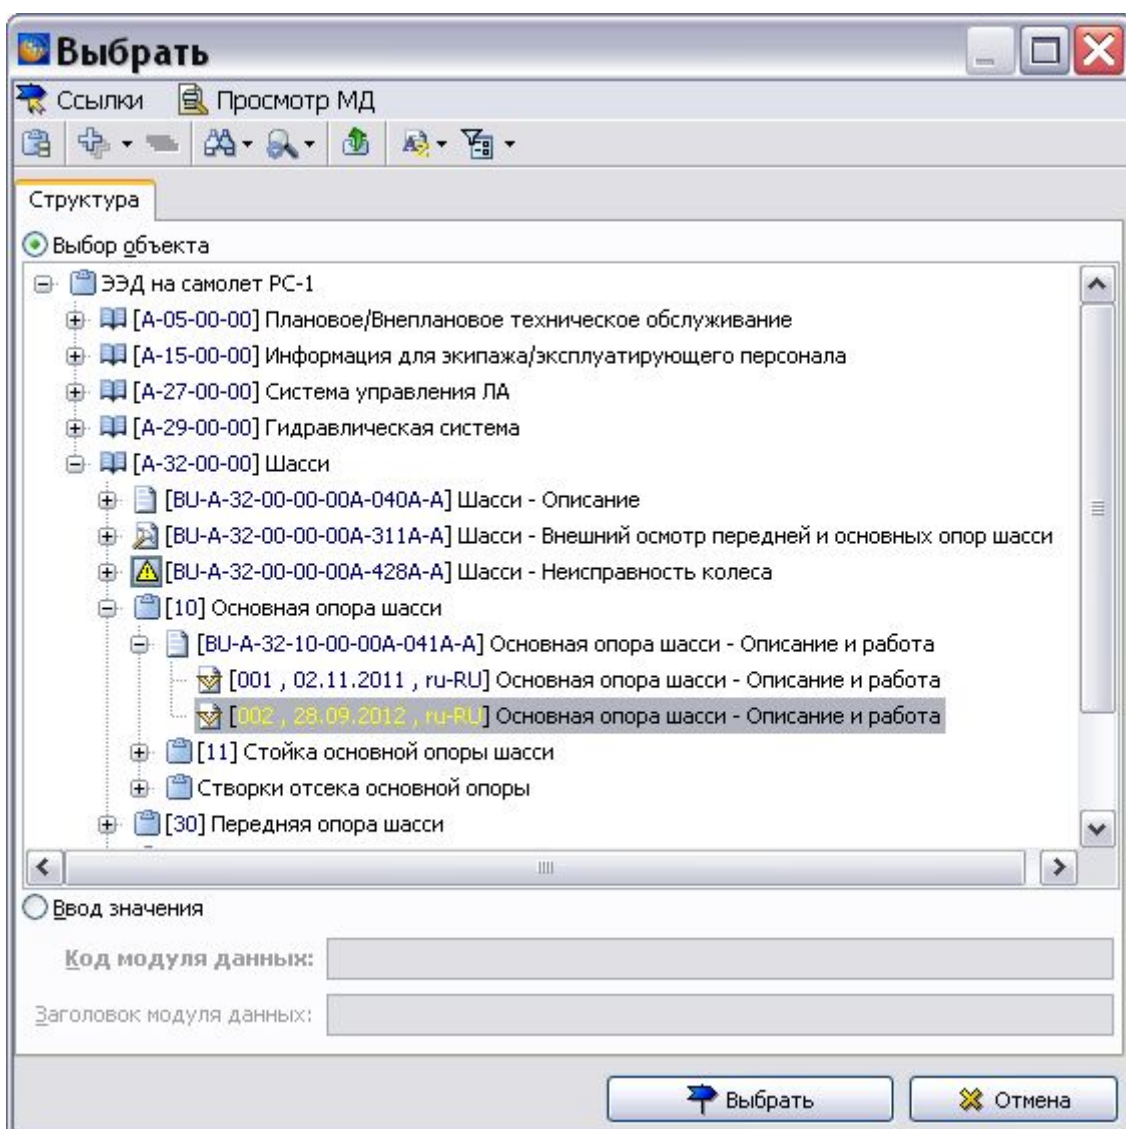
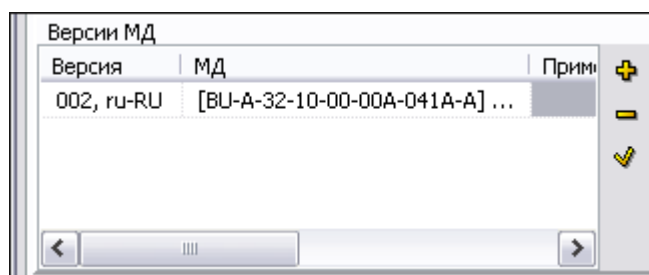

Рис. 9.6
Рис. 9.7
- В окне **Версии МД** добавьте ссылку на версию МД, в которую нужно внести изменения. Для этого нажмите на кнопку **Добавить ссылку на версию МД** . Имеется возможность добавить ссылку на имеющуюся версию МД (при включённой радиокнопке **Выбор объекта**) и на еще не созданную версию МД (при включённой радиокнопке **Ввод значения**). Имеющуюся в проекте версию МД можно выбрать для ссылки в дереве проекта, для еще не созданной версии МД параметры вводятся вручную. В первом случае выделите версию МД в дереве проекта, например «Основная опора шасси – Описание и работа» (Рис. 9.6). Нажмите на кнопку **Выбрать**. После этого в окне **Версии МД** появятся параметры версии МД (Рис. 9.7).